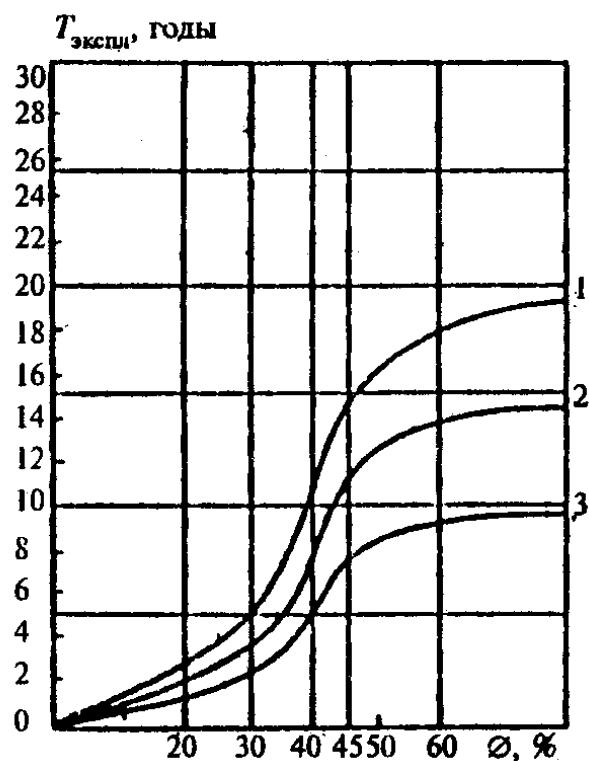

Рис. 3. Физический износ системы внутреннего горячего водоснабжения
1.7. Физический износ внутренних систем инженерного оборудования зданий в целом должен определяться по табл.64 - 71 на основании оценки технического состояния элементов, составляющих эти системы. Если в процессе эксплуатации некоторые элементы системы были заменены новыми, физический износ системы следует уточнить расчетным путем на основании сроков эксплуатации отдельных элементов по графикам, приведенным на рис.3 - 7.
"Рисунок 3. Физический износ системы внутреннего горячего водоснабжения";